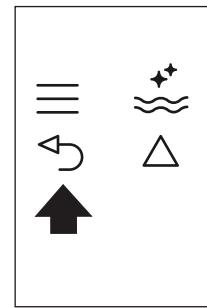

Fig. 25
- Appuyez sur l'icône \leftarrow (B6) (Fig. 25) deux fois pour sortir du menu.